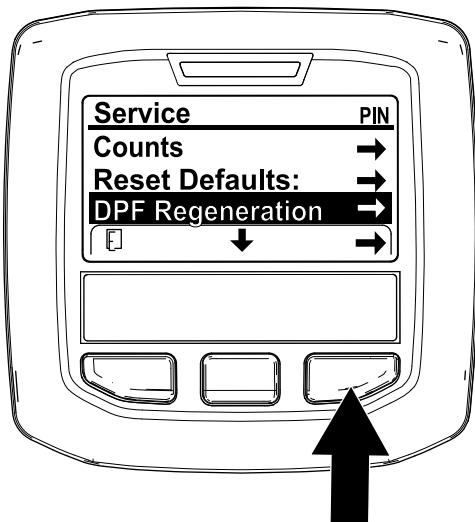

Bild 37
- Navigieren Sie auf das Menü „Service“ und drücken Sie die mittlere Taste, um auf die Option DPF REGENERATION zu navigieren (Bild 37).
- Drücken Sie die rechte Taste, um den Eintrag „DPF Regeneration“ auszuwählen (Bild 37).